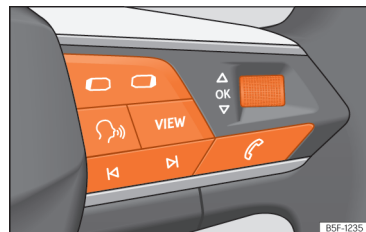

Abb. 13 Rechte Seite des Multifunktionslenkrads: Bedienelemente für die Menüs und Informationsanzeigen im Kombi-Instrument (modellabhängig).
Solange eine Warnung der Priorität 1 vorliegt, ››› S. 24, kann auf kein Menü zugegriffen werden. Einige Warnmeldungen können über die Taste **OK** am Multifunktionslenkrad bestätigt und ausgeblendet werden ››› [Abb. 13].
- Falls eine Meldung oder das Fahrzeug-Piktogramm angezeigt wird, drücken Sie die Taste **OK** ››› [Abb. 13]; ggf. mehrere Male.